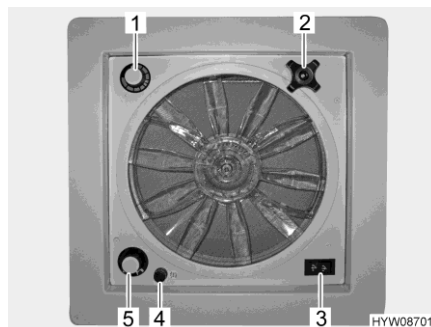

Fig. 74 Lanterneau avec ventilateur
- ▷ Un fusible 4 A (Fig. 74,4) protège le moteur du ventilateur contre toute surcharge. En cas de surcharge : Déterminer et éliminer d'abord la cause (p. ex. encrassement du ventilateur), ne changer qu'après le fusible.
- Ouvrir le lanterneau :* ■ Tourner la poignée tournante (Fig. 74,2) jusqu'à ce que l'angle d'ouverture désiré soit atteint.
- Aérer/ventiler :* ■ Placer le commutateur à bascule (Fig. 74,3) sur "Aérer" (courant d'air de l'extérieur vers l'intérieur) ou "Ventiler" (courant d'air de l'intérieur vers l'extérieur).
- Éteindre le ventilateur :* ■ Placer le commutateur à bascule (Fig. 74,3) en position intermédiaire.
- Régler la puissance du ventilateur :* ■ Placer l'interrupteur tournant (Fig. 74,5) sur le niveau de puissance désiré :
- Régler la température :* ■ Tourner le thermostat (Fig. 74,1) à fond dans le sens "bleu".
- Changer le fusible :* ■ Tourner le capuchon noir (Fig. 74,4) d'un quart de tour dans le sens inverse des aiguilles d'une montre.